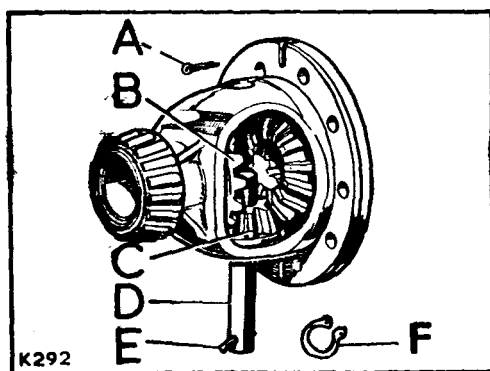
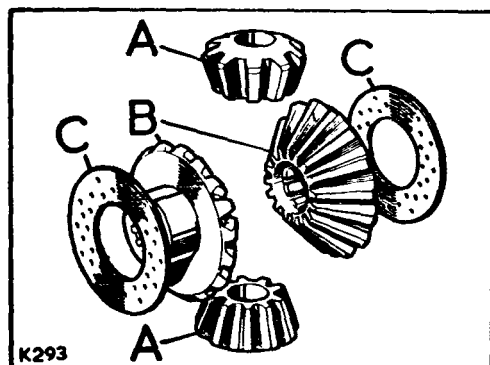

Fig. E1-44.- Eje de satélites
Fig. E1-45.- Planetarios y satélites del diferencial
1.10.- Extraer el eje de satélites, D (Fig. E1-44), girar los planetarios, B (Fig. E1-45), para aflojar los satélites y retirar los planetarios con sus arandelas de empuje, C.